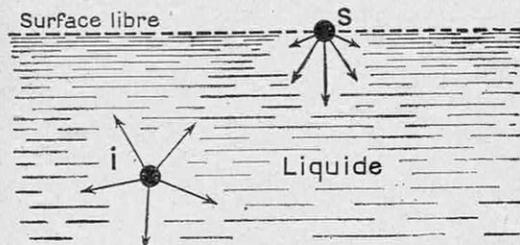

FIG. 11. — POURQUOI LA SURFACE LIBRE DES LIQUIDES EST-ELLE PLANE ?
Ceci posé, envisageons (fig. 11) une certaine masse d'eau et, dans cette masse, deux molécules, l'une intérieure *I*, l'autre *S*, située sur la surface libre. La molécule *I*, étant entourée de tous les côtés par ses semblables, sera également sollicitée dans tous les sens, et elle restera en équilibre (1). Quant à la molécule *S*, elle ne peut être attirée que vers l'intérieur, puisqu'il n'y a pas d'autres molécules dans l'espace extérieur (2); on conçoit donc que, comme toutes les molécules de la surface libre, telles que *S*, sont sollicitées vers l'intérieur, cette surface libre aura tendance à se recroqueviller le plus possible, en d'autres termes à prendre la surface la plus petite possible, la plus petite surface compatible avec les conditions imposées. En particulier, pour de grandes masses liquides au repos, la plus petite surface possible est un plan; donc la surface libre doit être plane.
(1) En réalité, elle exécute des frémissements désordonnés sans aucune direction privilégiée, et l'amplitude de ces frémissements augmente lorsqu'on élève la température.
(2) En fait, tout liquide émet des vapeurs; mais comme, dans un gaz (ou une vapeur), les molécules sont plusieurs milliers de fois moins nombreuses que dans les liquides, cette influence des molécules extérieures est tout à fait négligeable.